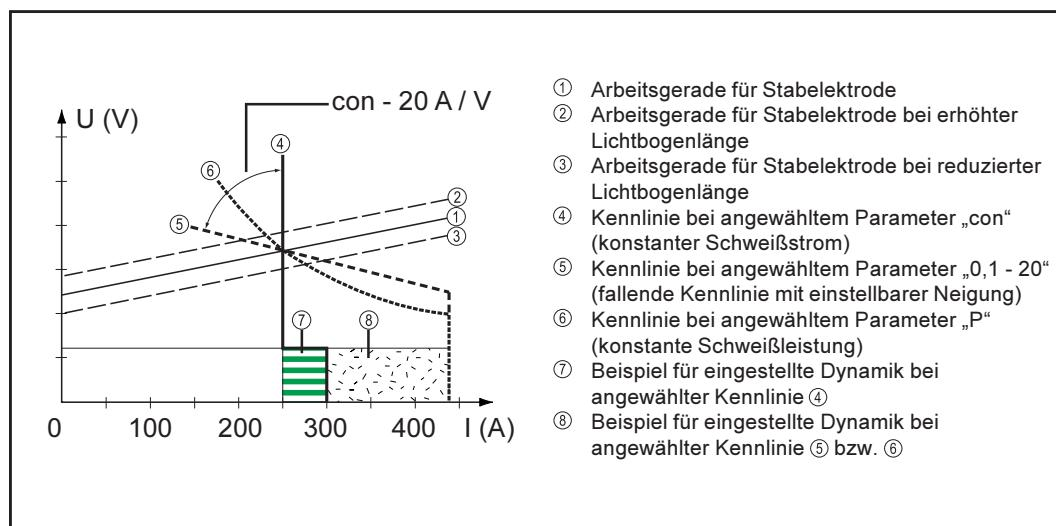

Abb.34 Mittels Funktion Ein auswählbare Kennlinien
- Ist der Parameter „P“ eingestellt, wird die Schweißleistung, unabhängig von Schweißspannung und -strom, konstant gehalten. Es ergibt sich eine hyperbolische Kennlinie ⑦ (Abb. 34).